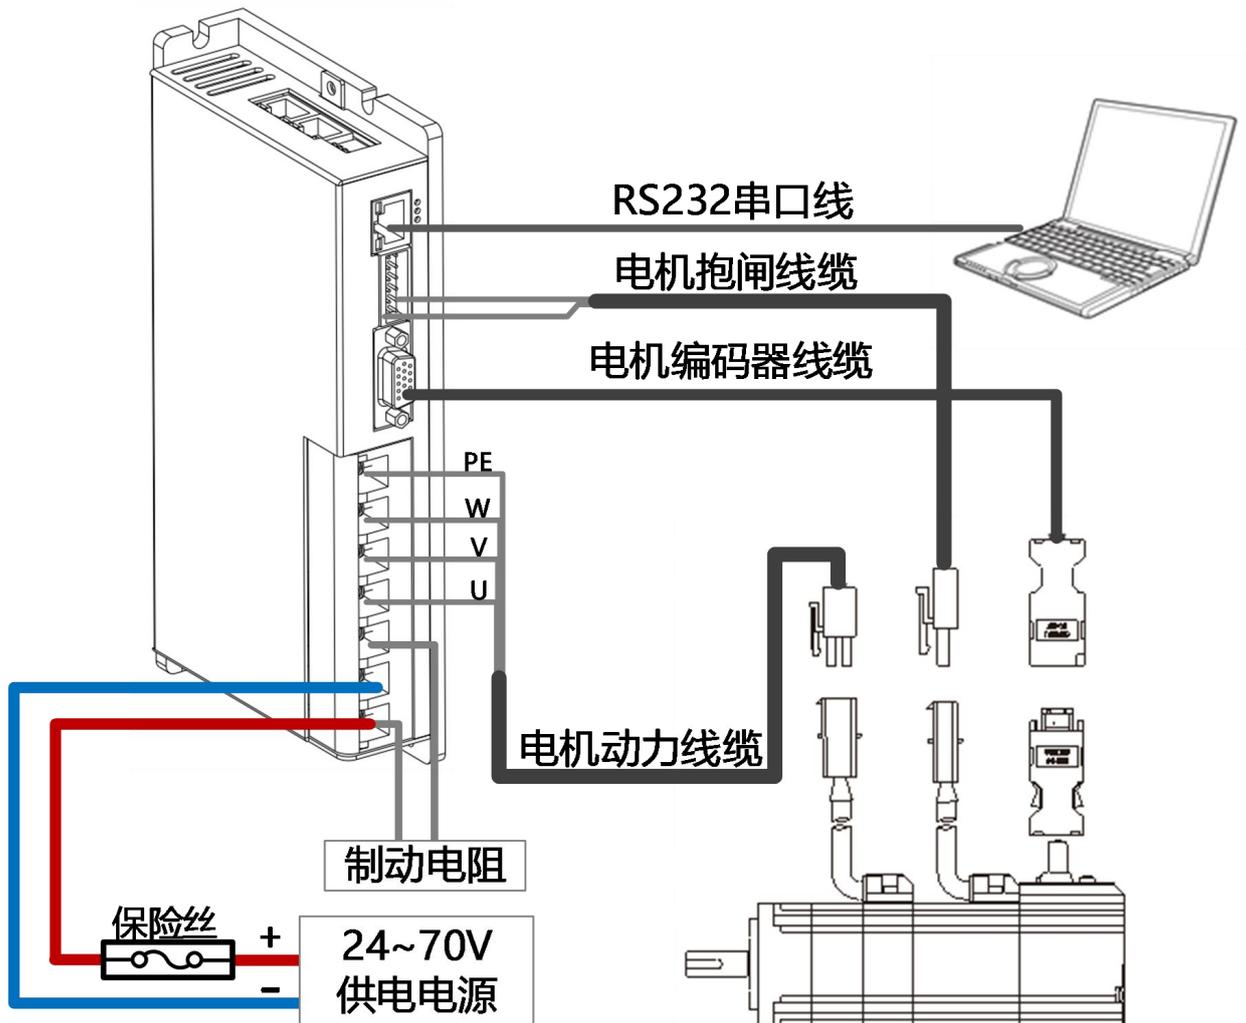

图 3-8 FD134S/FD144S/FD164S 驱动器外部接线图
- 图 3-8 显示了带有默认 IO 功能的接线，更多的 IO 功能可以通过上位机调试软件定义。有关更多 IO 功能的详细信息，请参见相关章节。